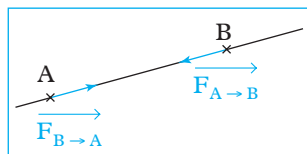

Fig. 6. Principe des actions réciproques.
Si le point matériel A exerce sur le point matériel B une force  $\vec{F}_{A \rightarrow B}$ , alors B exerce sur A une force  $\vec{F}_{B \rightarrow A} = -\vec{F}_{A \rightarrow B}$  ; ces deux forces sont portées par la droite (AB) (fig. 6).